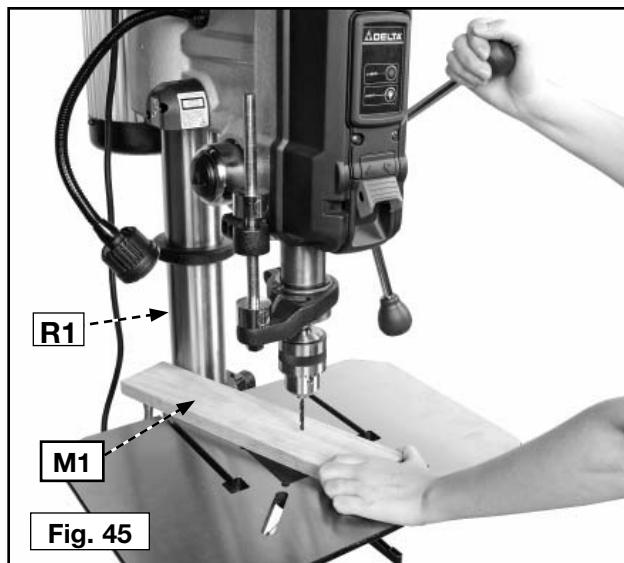

Fig. 45
**IMPORTANTE:** Cuando la pieza de trabajo (M1) Fig. 45 es suficientemente larga, colóquela sobre la mesa con un extremo contra el lado izquierdo de la columna (R1) para evitar que la pieza de trabajo rote. Si no es posible apoyar la pieza de trabajo contra la columna, fije la pieza de trabajo a la mesa con una abrazadera.